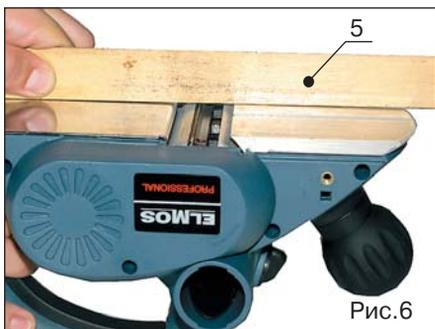
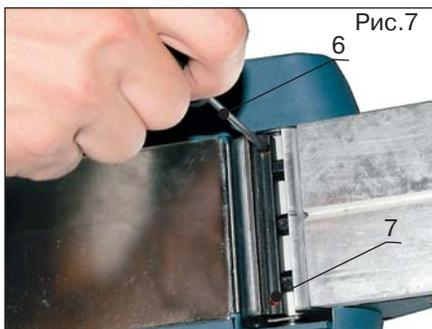

Рис.6
Рис.7
4. Ножи должны стоять горизонтально и ровно относительно барабана. Сначала выровняйте нож по линейке (поз.5, рис.5), а затем проверьте горизонтальность (рис.6). Оба ножа должны быть выставлены на одинаковую высоту. Регулировка горизонтальности производится двумя болтами (поз.7, рис.7), находящимися по краям ножа.
С помощью шестигранного торцевого ключа (поз.6, рис.7) эти болты необходимо закручивать, чтобы поднять соответствующий край ножа или откручивать, чтобы опустить.